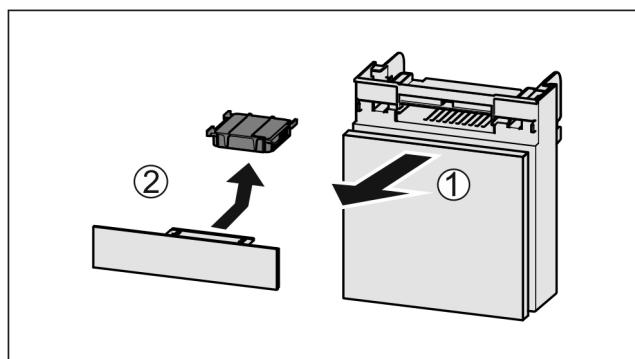

Fig. 157
- Extragăți Fig. 157 (1) compartimentul către înainte.
- Scoateți Fig. 157 (2) filtrul de cărbune activ.